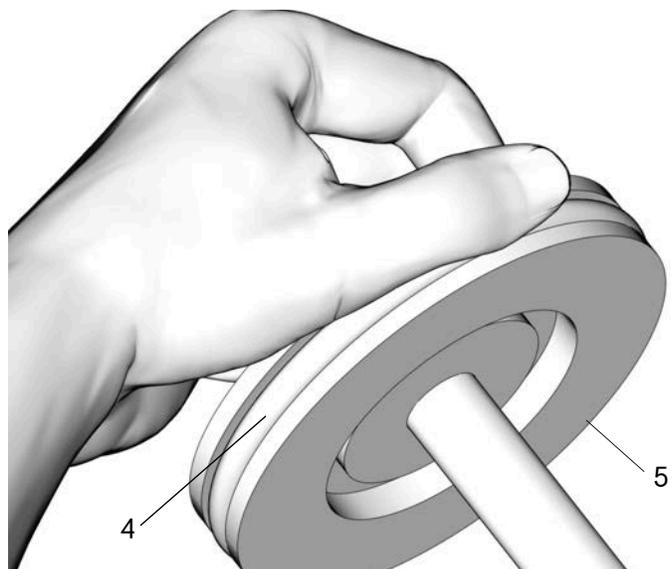

图 32
8. 在活塞密封 (4) 上抹上薄薄一层滑脂。在活塞 (5) 上安装密封, 如图 32 所示。